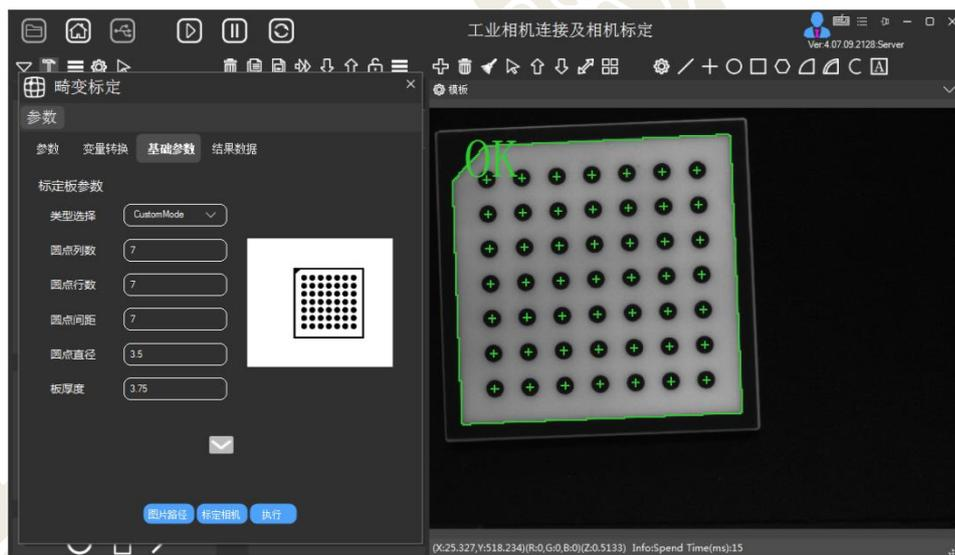

图 1-19 标定完成效果图
③ 在设置完标定参数之后，点击标定相机按钮，实验平台进行相机标定。标定完成效果图，如图 1-19 所示。